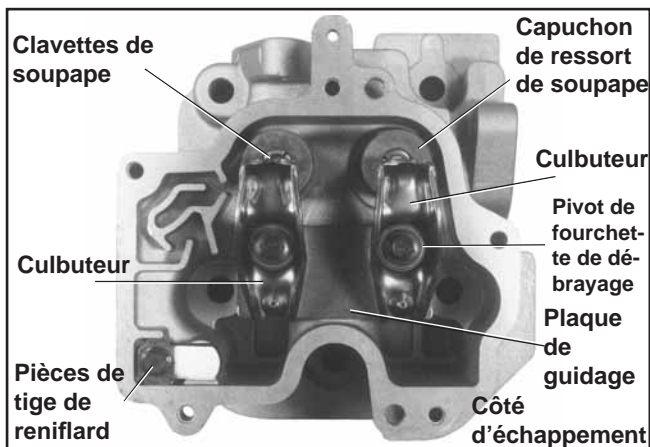
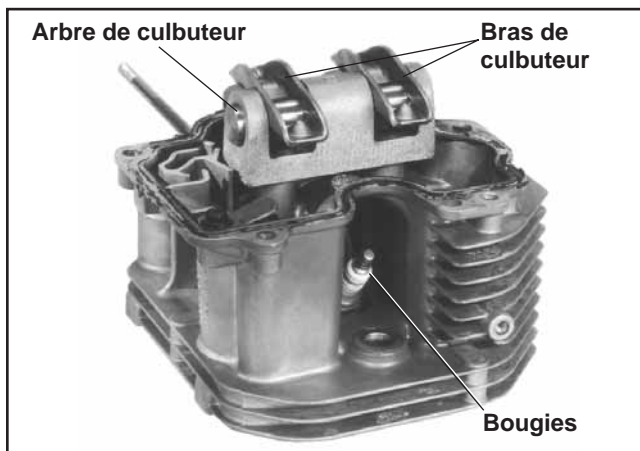

Figure 9-32. Culasse avec pivots individuellement montés/culbuteur.
Figure 9-33. Dépose de la bougie et des culbuteurs.
Deux types de culasse de base sont utilisés. L'un utilise un ensemble de pont culbuteur, comme indiqué à la figure 9-33. Le deuxième type se sert d'ensembles de culbuteurs individuellement montés, avec ou sans plaque de guidage, plutôt qu'un pont. Ce type est indiqué à la figure 9-32. Les composants sont uniques à chaque style de culasse. Suivre la procédure appropriée selon le type de configuration de culasse.
1. Retirer la bougie d'allumage. Voir la figure 9-33.
3. Culasses équipées de pont culbuteur - Figure 9-33.
Culasses avec pivots individuellement montés/culbuteurs - Figure 9-32.
- a. Comprimer les ressorts des soupapes à l'aide d'un outil de compression spécial. Voir la figure 9-32.